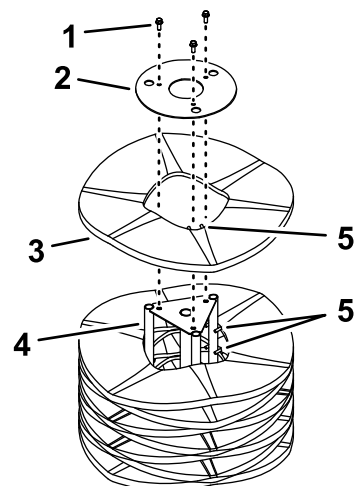

Figure 38
- Dressez la brosse sur son extrémité de sorte que la plaque de retenue soit orientée vers le haut (Figure 38).
6. Déposez et conservez les fixations de la plaque de retenue d'extrémité (Figure 38).
8. Posez un ou des segments neufs en décalant les doigts d'alignement des anneaux en métal, comme montré à la Figure 38.